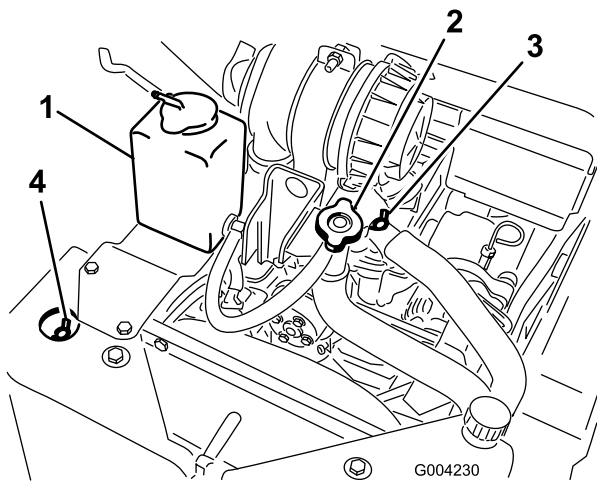

Figure 21
- A. Enlevez le bouchon de remplissage (Figure 21).
- B. Ouvrez les soupapes de purge de liquide de refroidissement avant et supérieure (Figure 21).
- C. Versez du liquide de refroidissement dans le goulot de remplissage jusqu'à ce qu'il commence à sortir par la soupape de purge avant (Figure 21).
- D. Fermez la soupape de purge avant (Figure 21).
- E. Versez du liquide de refroidissement dans le goulot de remplissage jusqu'à ce qu'il commence à sortir par la soupape de purge supérieure (Figure 21).
- F. Fermez la soupape de purge supérieure (Figure 21).
- G. Versez du liquide de refroidissement dans le goulot de remplissage jusqu'à ce qu'il monte dans le goulot (Figure 21).
- H. Remettez le bouchon de remplissage (Figure 21).
- I. Ajoutez du liquide de refroidissement dans le vase d'expansion jusqu'à ce qu'il atteigne le trait de plein sur le côté du vase (Figure 21).